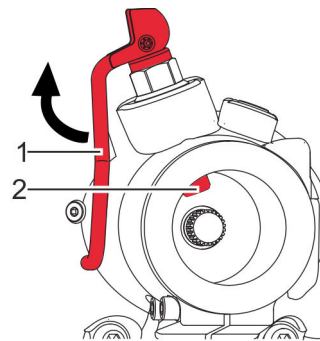

Abb. 28: Verriegelungshebel am Anbaustutzen
- 1.** Verriegelungshebel (Abb. 28/1) öffnen.
- 3.** Verriegelungshebel (Abb. 28/1) schliessen.
⇒ Der Bolzen (Abb. 28/2) rastet ein.
8. ➔ Verriegelungshebel (Abb. 28/1) öffnen.
10. ➔ Verriegelungshebel (Abb. 28/1) schliessen.